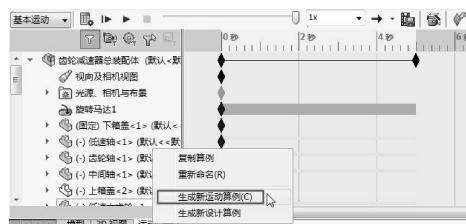

图 8-75 创建新的运动算例
- 08 接下来创建减速运动。在软件窗口底部【运动算例 1】位置单击右键，选择快捷菜单中【生成新运动算例】命令，如图 8-75 所示。